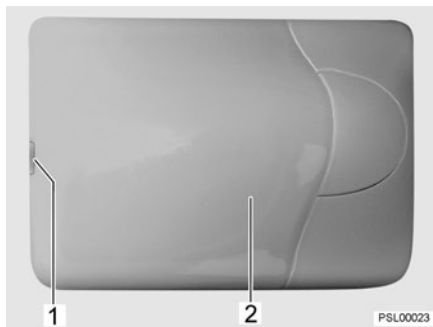

Fig. 167 Lampe de cellule
- Soulever prudemment le couvercle (Fig. 167,2) avec un outil approprié (p. ex. tournevis) au niveau de l'encoche (Fig. 167,1) et le retirer.